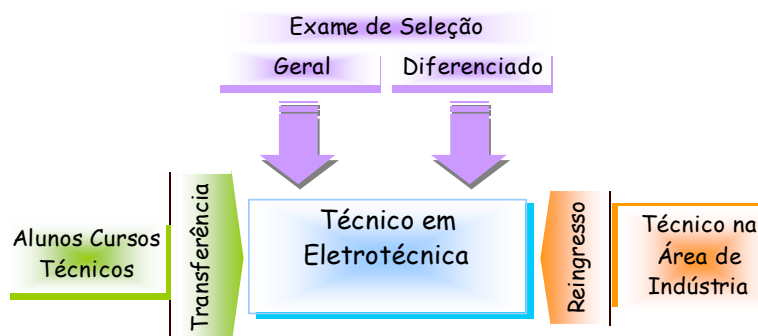

Figura 1 – Formas de Acesso
- ◆ O acesso ao curso técnico de nível médio subsequente em **Eletrotécnica** poderá ser feito através das seguintes formas (figura 1):